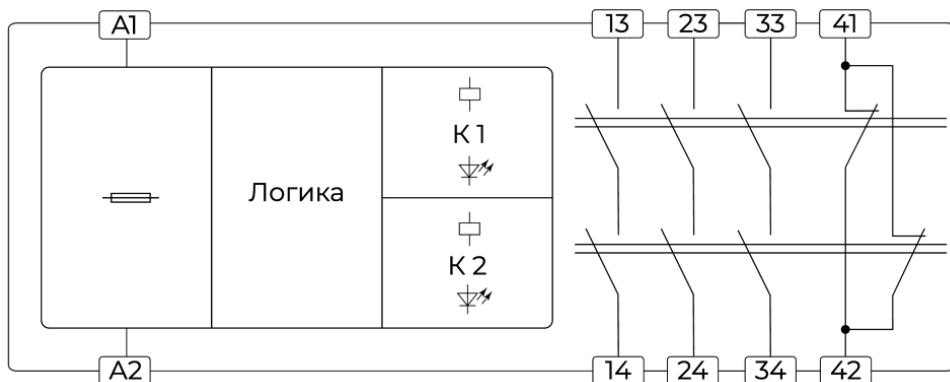
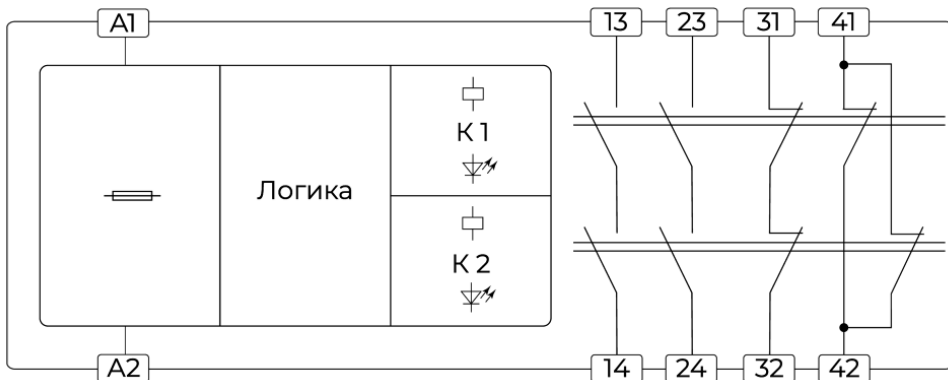

Рисунок 2 – Структурная схема РБК-31-А
Рисунок 3 – Структурная схема РБК-22-А
3.10 Структурная схема РБК представлена на рис.2 и рис.3.